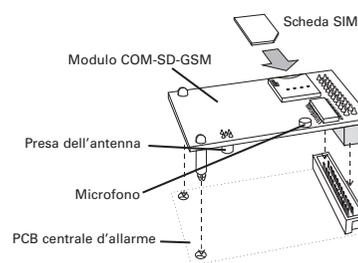

Figura 1: installazione del modulo
4. Installare una scheda SIM registrata (Figura 1) con il suo codice PIN disabilitato (se presente).
5. Montare il modulo nella centrale d'allarme (Figura 1). Se si utilizza la scheda adattatore, consultare le istruzioni per l'installazione dell'adattatore.